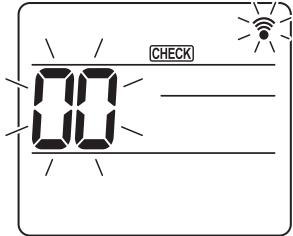
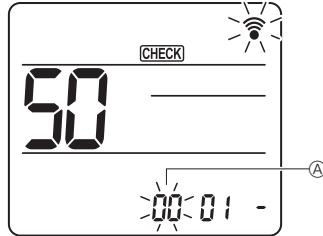
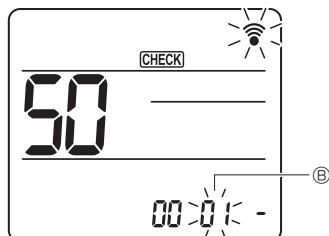
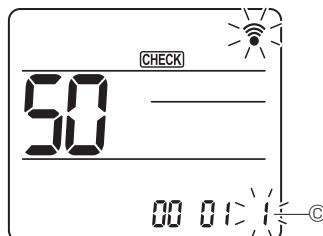

Fig. 7-18
Fig. 7-19
Fig. 7-20
Fig. 7-21
7.4.2. С помощью беспроводного пульта дистанционного управления (Fig. 7-18, Fig. 7-19, Fig. 7-20, Fig. 7-21)
① Переход в режим выбора функции
Загорится [CHECK] (ПРОВЕРКА), будет мигать “00”. (Fig. 7-18)
Для установки номера блока пользуйтесь кнопками **▲** **▼**. (Fig. 7-19)
Для установки номера режима пользуйтесь кнопками **◀** **▶**. (Fig. 7-20)
Для смены номера настройки пользуйтесь кнопками **◀** **▶**. (Fig. 7-21)